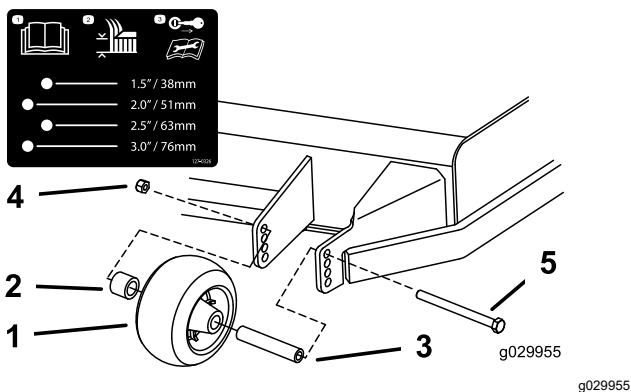

Figura 29
3. Ajuste los rodillos protectores del césped como se muestra en Figura 29.